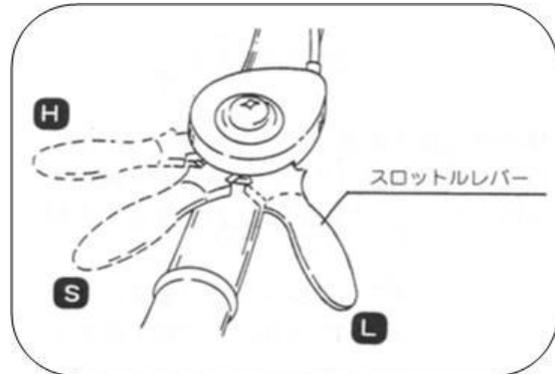

図9
①スロットルレバーを[L(低速)]位置にして数秒間運転してください。(図9)